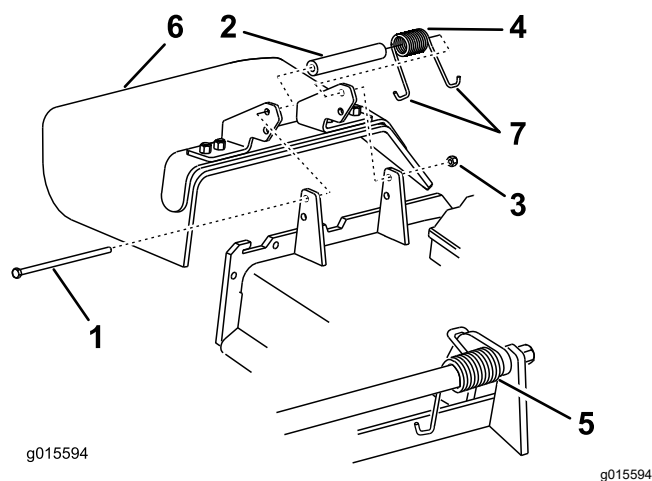

Figure 88
1. Retirez le contre-écrou, le boulon, le ressort et l'entretoise qui fixent le déflecteur aux supports de pivot (Figure 88).
Remarque: Prenez soin de placer une extrémité en J du ressort derrière le bord du tablier avant de mettre le boulon en place, comme montré à la Figure 88.
5. Accrochez une extrémité en J du ressort au déflecteur d'herbe (Figure 88).